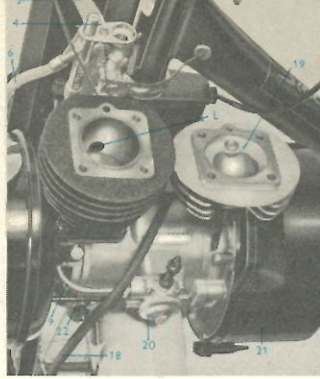

fig. 11
De belangrijkste koolafzetting vindt plaats in het uitlaatspruitstuk (zie fig. 1 no. 8), alsmede in de uitlaatpoort (zie fig. 11 L). Meestal is het reinigen van deze delen al voldoende.
Draai de moer van het luchtfilterhuis los. Verwijder het luchtfilterhuis met kap in zijn geheel. (Denk aan de rubbering tussen de carburateur en het luchtfilterhuis). Daarna draait men de vier bouten los, waarmee de aluminium cilinderkop op de cilinder is bevestigd. Verwijder de cilinderkop (fig. 11 no. 19) en de zich tussen deze cilinderkop en de gietijzeren cilinder bevindende pakking. Breng de zuiger in zijn hoogste stand en schrap voorzichtig met een mes of krabber de kool weg, die zich op de zuiger en aan de binnenzijde van de cilinderkop heeft aangezet. Blaas alvorens de zuiger te verplaatsen alles schoon en overtuig u ervan, dat elk kooldeeltje grondig is verwijderd. Om nu de uitlaatpoort (L) schoon te maken, waar de meeste koolvorming optreedt, brengt men de zuiger in zijn laagste stand. De uitlaatpoort wordt nu praktisch geheel zichtbaar, waardoor het meestal mogelijk is de zich aldaar gevormde koolring met een dunne schroevendraaier of iets dergelijks kapot te stoten. De uitlaatpijp moet worden gedemonteerd zodat de resten niet in de uitlaat vallen. Met buigzaam ijzerdraad moet daarna voorzichtig het uitlaatspruitstuk worden schoongekrabbd.